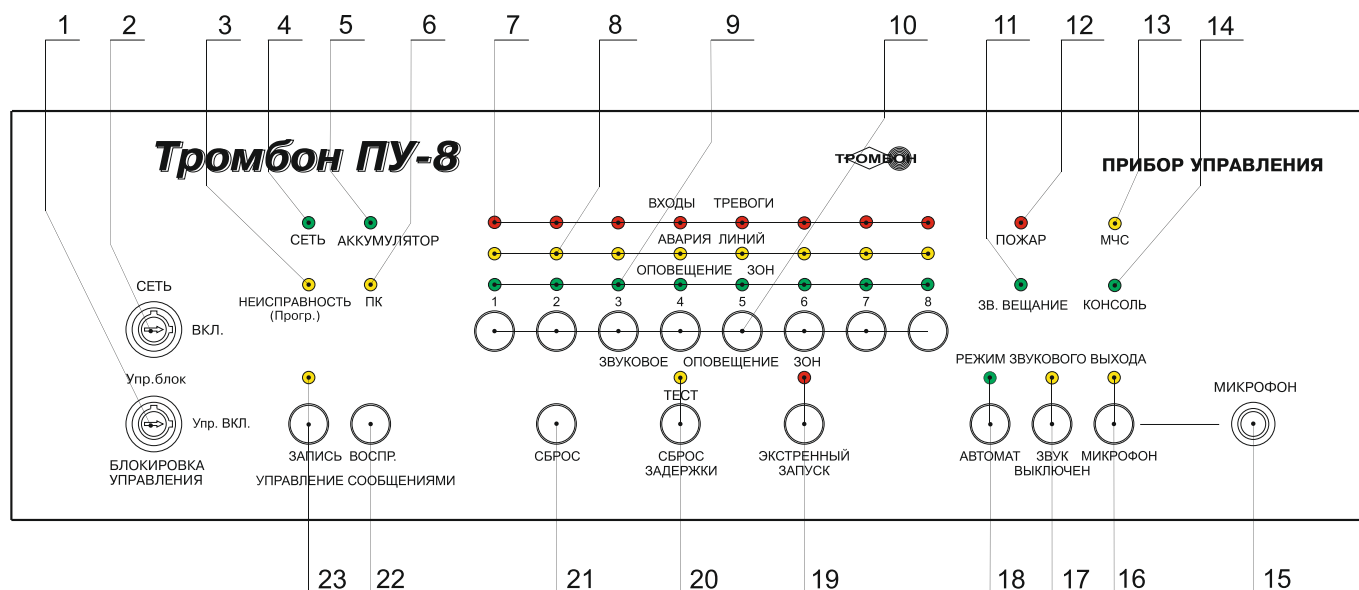

Рис. 1. Внешний вид ПУ «Тромбон ПУ-8» и расположение органов управления и индикации.
подключить столько выходов ППКП, сколько имеется зон оповещения. При получении от ППКП командного сигнала (замыкания) на любой из входов, прибор переходит в режим «Тревога» что подтверждается зажиганием индикаторов «Пожар» и индикаторов «Входы тревоги», соответствующих тревожным входам (рис.1 поз. 7, 12).
4. Другие значения сопротивления линии связи, воспринимаются прибором как авария линии связи с ППКП. На передней панели прибора зажигаются индикаторы «АВАРИЯ ЛИНИЙ», соответствующие номеру неисправных линии связи с ППКП и индикатор «НЕИСПРАВНОСТЬ» (рис. 1, поз. 3, 8). прибор включает реле на выходе «Авария» и периодически издает звук зуммера.
Вход в режим «Тест» возможен только в дежурном режиме работы ПУ. Для входа в режим «Тест» необходимо нажать и удерживать в течение 5 секунд кнопку «Тест» (рис. 1, поз. 20).